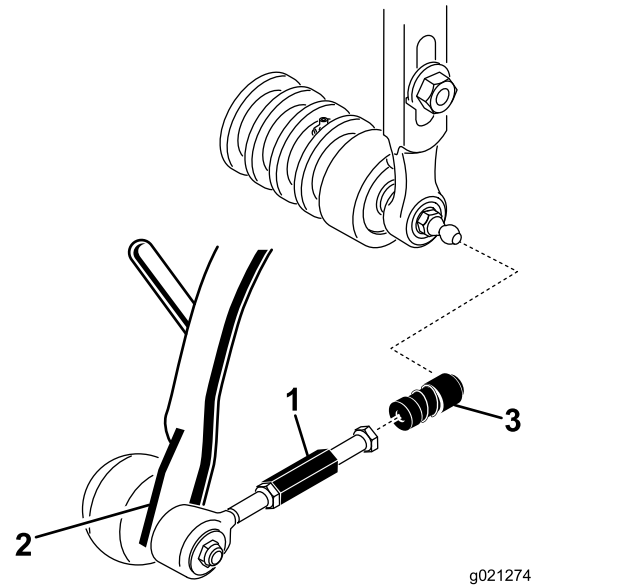

Рисунок 7
3. Наденьте втулку на приемную часть каждого шарнирного соединения и зацепите приемную часть за шаровой палец режущего блока (Рисунок 7).